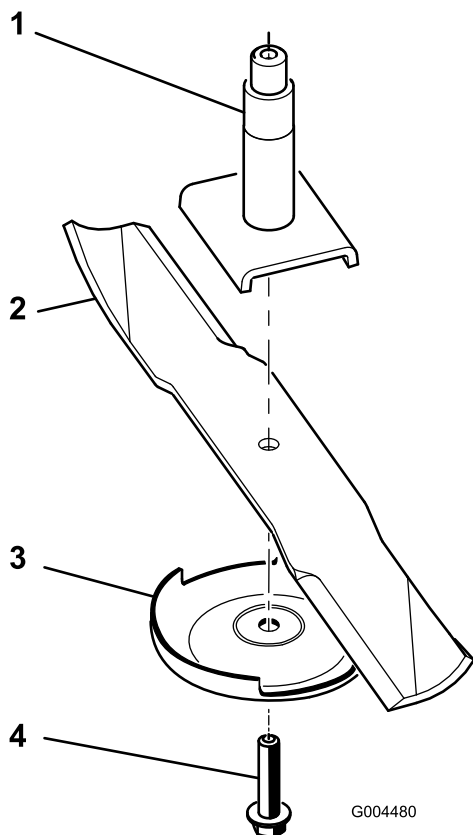

Bild 68
2. Drehen Sie die Messerschraube im Uhrzeigersinn, um diese zu entfernen (Bild 68).
3. Entfernen Sie die Antiskalpierplatte und das Messer von der Spindelwelle (Bild 68).